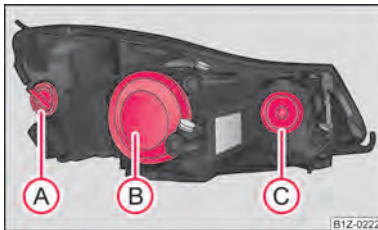

Fig. 180 Farurile din față: Poziția becurilor
Poziția becurilor în farurile din față => fig. 180.
- Scoateți capacul de protecție **(B)** ⇒ fig. 180.
- Scoateți capacul de protecție C ⇒ fig. 180.